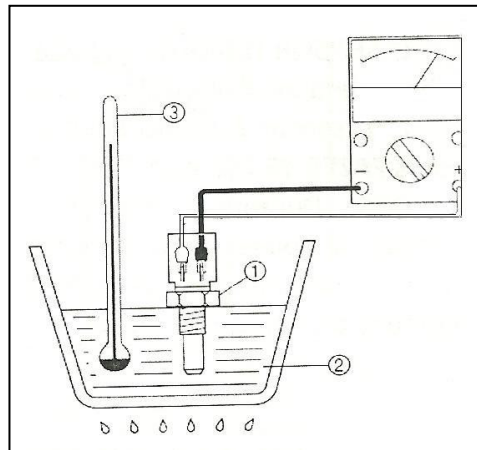

Figura 10–Sensor de temperatura na água.
Observando o item 4 e a figura 10 responda: